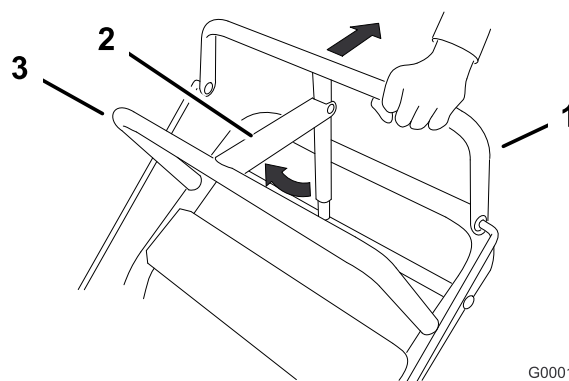

Bild 7
1. Ziehen Sie den oberen Schaltbügel (Bild 7) zurück und halten Sie ihn in dieser Stellung.
2. Heben Sie den Feststellbremsriegel (Bild 7) hoch und lassen den oberen Schaltbügel langsam los. Das Bremspedal sollte in der aktivierten (gesperrten Position) bleiben.